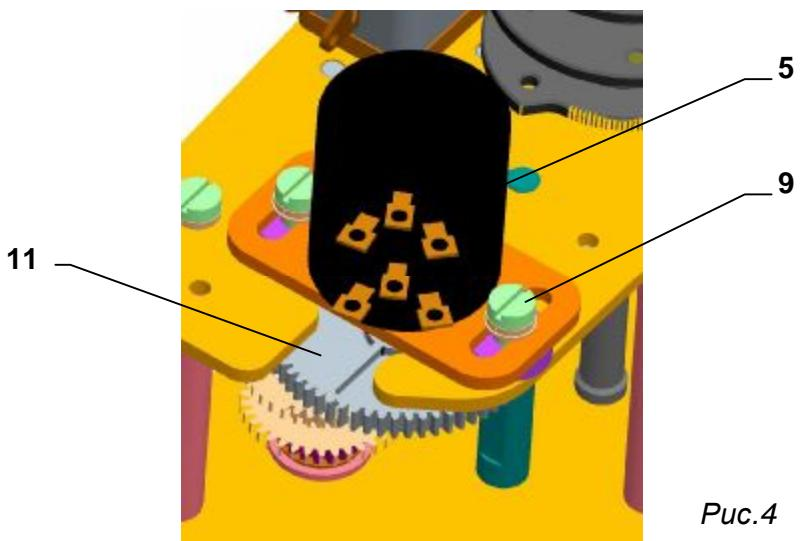

Рис.4
- в исполнении с омическим датчиком, вынесите датчик из зацепления , (Рис.4);
#### 4.3 Установка омического датчика (рис.4)